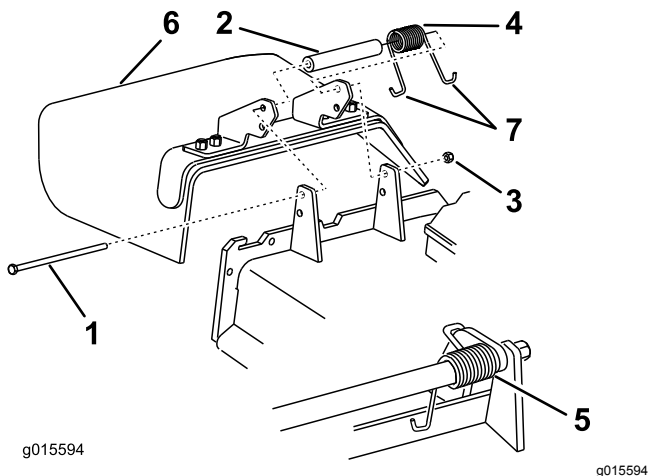

Figura 99
5. Coloque un extremo con gancho en J del muelle alrededor del deflector de hierba (Figura 99).
1. Retire la contratuerca, el perno, el muelle y el espaciador que sujetan el deflector a los soportes de pivote (Figura 99).
**Nota:** Asegúrese de colocar un extremo en J del muelle detrás del reborde de la carcasa antes de instalar el perno, según se muestra en Figura 99.